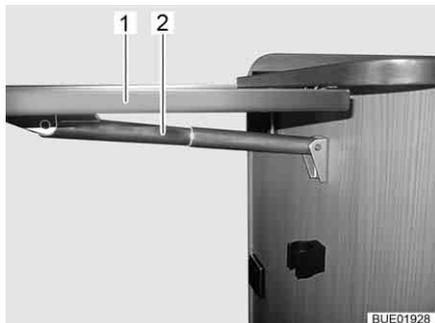

Bild 26 Thekenklapptisch
- Thekenklapptisch (Bild 26,1) unten greifen und mit leichtem Zug aus der Rastung ziehen.
- Tischplatte nach oben schwenken, bis die Fixierung der Teleskophalterung (Bild 26,2) greift. Tischplatte loslassen.